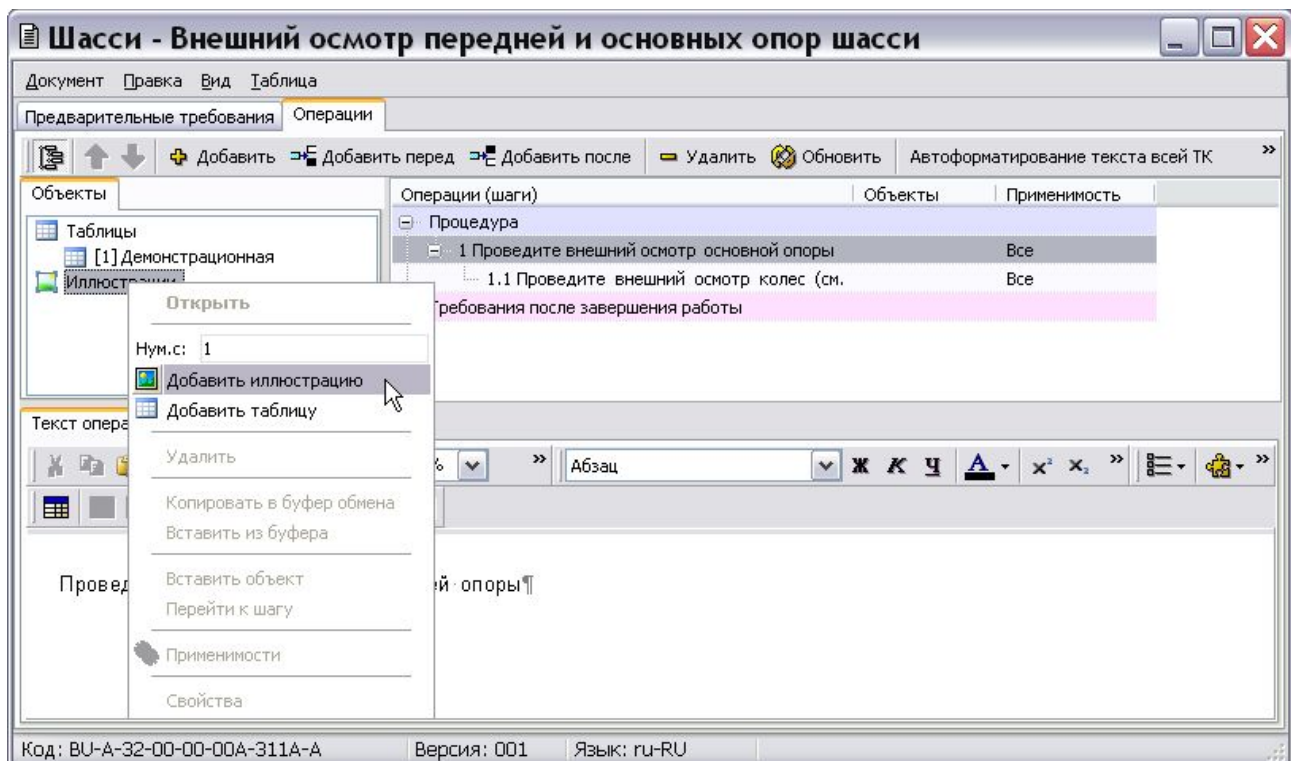
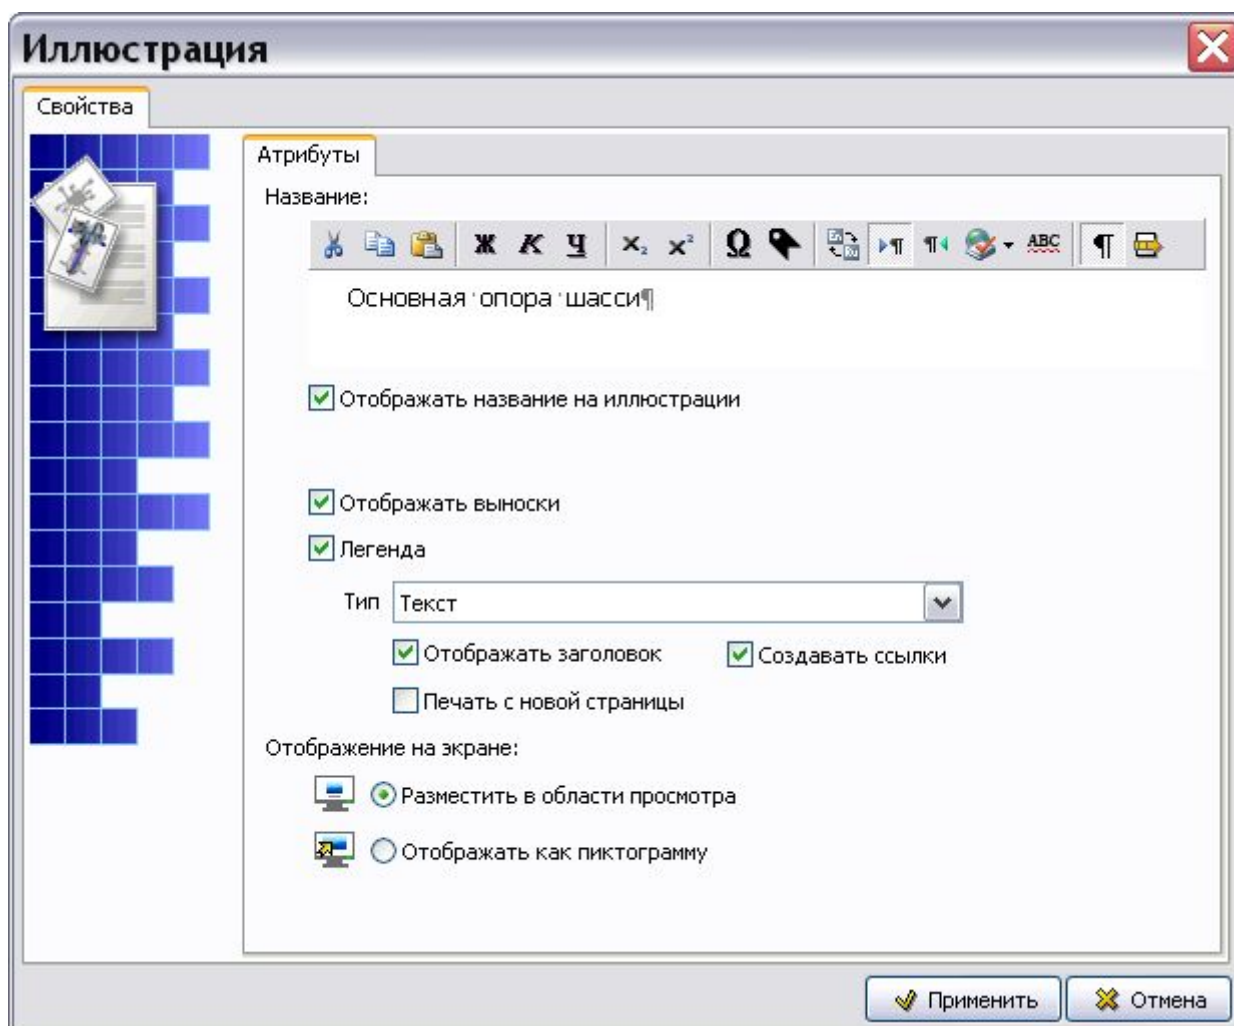

Рис. 5.18
Рис. 5.19
4. На вкладке **Операции** в верхней части слева выберите инструмент **Объекты** . В левой части верхнего окна появится вкладка **Объекты** со списком объектов, которые можно вставлять в документ (Рис. 5.18).
5. На вкладке **Объекты** щелкните правой кнопкой мыши по названию объектов **Иллюстрации**. При этом появится контекстное меню (Рис. 5.18). Пункт меню **нум.с** : рассмотрен в подразделе «**Нумерация объектов**» раздела 3.3.3. Установить номер, с которого начнется нумерация объектов, можно и до их создания, и после.
6. Из контекстного меню выберите команду **Добавить иллюстрацию** (Рис. 5.18). При этом откроется окно **Иллюстрация** (Рис. 5.19).
7. Заполните вкладку **Атрибуты**, как показано на Рис. 5.19.